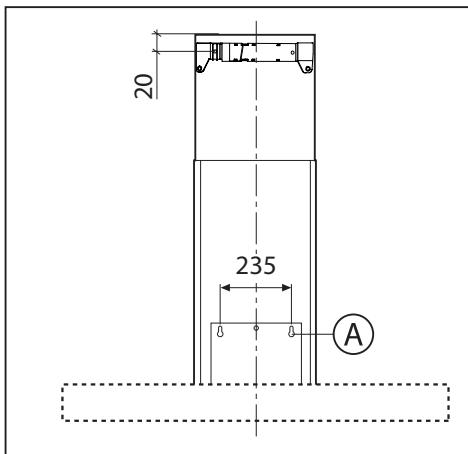
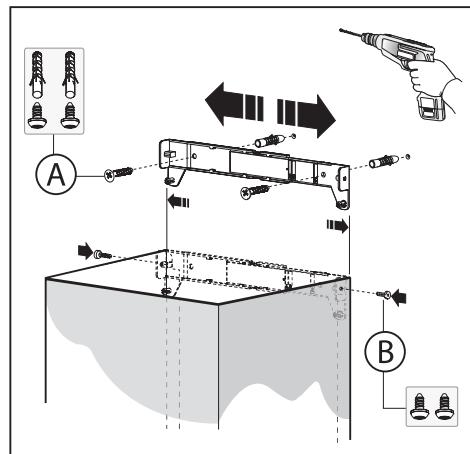

Fig.2
Fig.3
- Eseguire i fori A rispettando le quote indicate (Fig.2).
- Regolare la larghezza della staffa di supporto del camino decorativo superiore (Fig.3).
- Successivamente fissarla al muro in modo che sia in asse con la vostra cappa tramite le viti A (Fig.3) e rispettando la distanza dal soffitto indicata in Fig.2.
- Fissare il camino decorativo inferiore alla cappa utilizzando le viti B in dotazione (Fig.5), sfilarlo il camino decorativo superiore fino alla staffa e fissarlo tramite le viti B (Fig.3).